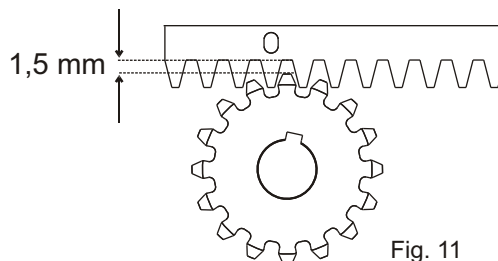

Fig. 11
5.6. Toda la cremallera va levantada de 1,5 mm para evitar que el peso de la cancela llegue hasta el piñon (Fig. 11),